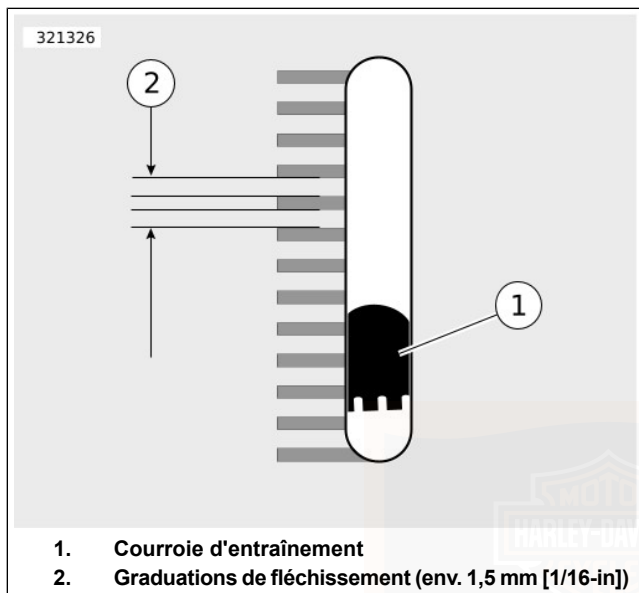

Figure 79. Fenêtre de fléchissement de la courroie
- a. Faire glisser le joint torique (4) vers le repère de 0 (3).
- b. **Modèles équipés d'une fenêtre de fléchissement de courroie** : ajuster le berceau de la courroie (2) contre le bas de la courroie d'entraînement en alignement avec la fenêtre de fléchissement de courroie.
- c. **Tous les autres modèles** : ajuster le berceau de courroie (2) contre le bas de la courroie d'entraînement à mi-chemin entre les poulies d'entraînement.
- d. Pousser le bouton (6) vers le haut jusqu'à ce que le joint torique s'abaisse vers le repère de 4,54 kg (10 lb) (5) et s'immobilise.
- a. **Modèles équipés d'une fenêtre de fléchissement de courroie** : voir Figure 79. Mesurer le fléchissement de la courroie tel qu'il apparaît dans la fenêtre de fléchissement de la courroie tout en maintenant fixe le vérificateur. Chaque graduation de fléchissement représente environ 1,6 mm (1/16 in)